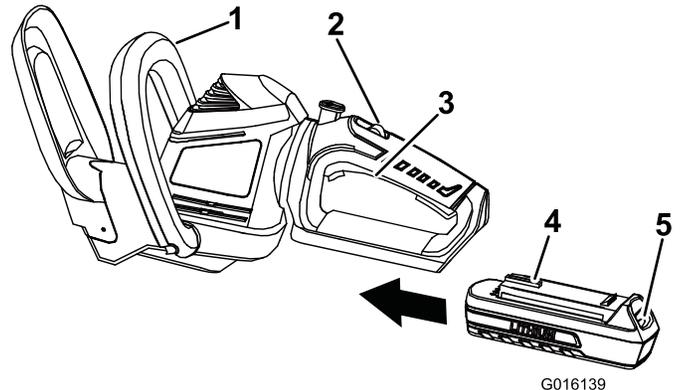

Figura 3
2. Alinee la lengüeta de la batería con el hueco correspondiente de la carcasa de la empuñadura (Figura 3).
3. Sujete la empuñadura del gatillo (Figura 3).
5. Coloque una mano en la empuñadura con gatillo. Coloque la otra mano en la empuñadura auxiliar (Figura 3).
6. Deslice el interruptor de bloqueo hacia atrás, hacia usted, luego apriete el gatillo para encender el cortasetos (Figura 3). El cortasetos permanecerá encendido mientras se apriete el gatillo. Puede soltar el interruptor de bloqueo una vez que el cortasetos esté funcionando (Figura 3).
1. Suelte el gatillo (Figura 3).